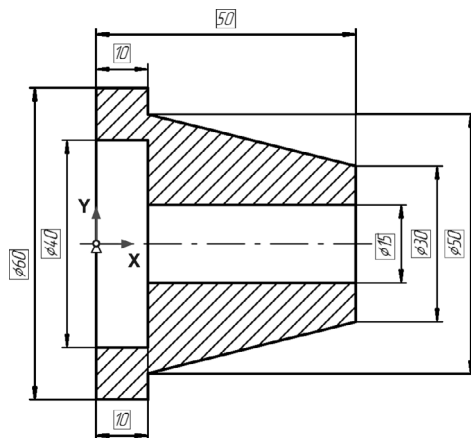

Рис. 66.20.
3. Задайте значения всех размеров так, как это показано на рис. 66.20.